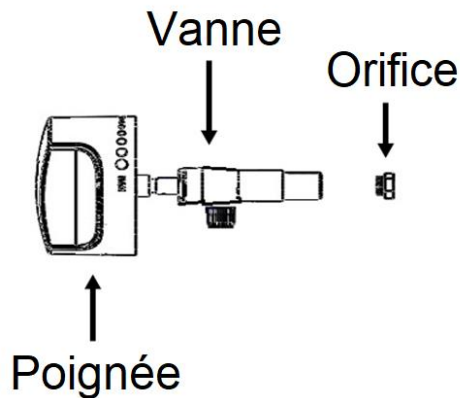

Fig. 1
1. Retirez tous les orifices des brûleurs à gaz propane et installez les orifices des brûleurs naturels fournis (Fig. 1).